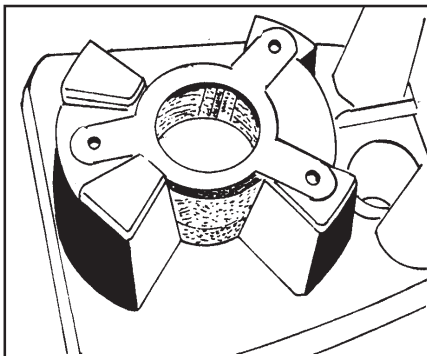

Figure 4
4. For best performance, clean the mesh screen around the float often. See figure 4.
4. Pour un fonctionnement optimal de la machine, nettoyer soigneusement et régulièrement les mailles du tamis du flotteur d'aspiration. (Voir figure 4).